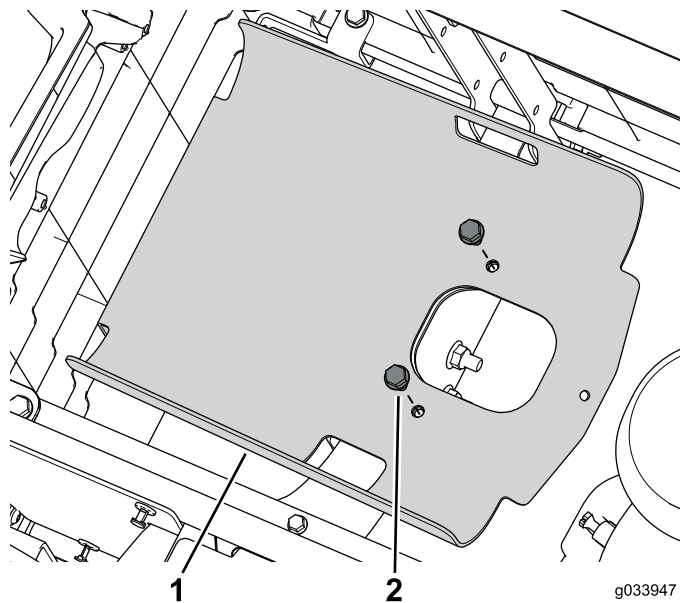

Figure 2
5. Retirez les 2 boulons à embase qui fixent le support du réservoir au cadre (Figure 2).